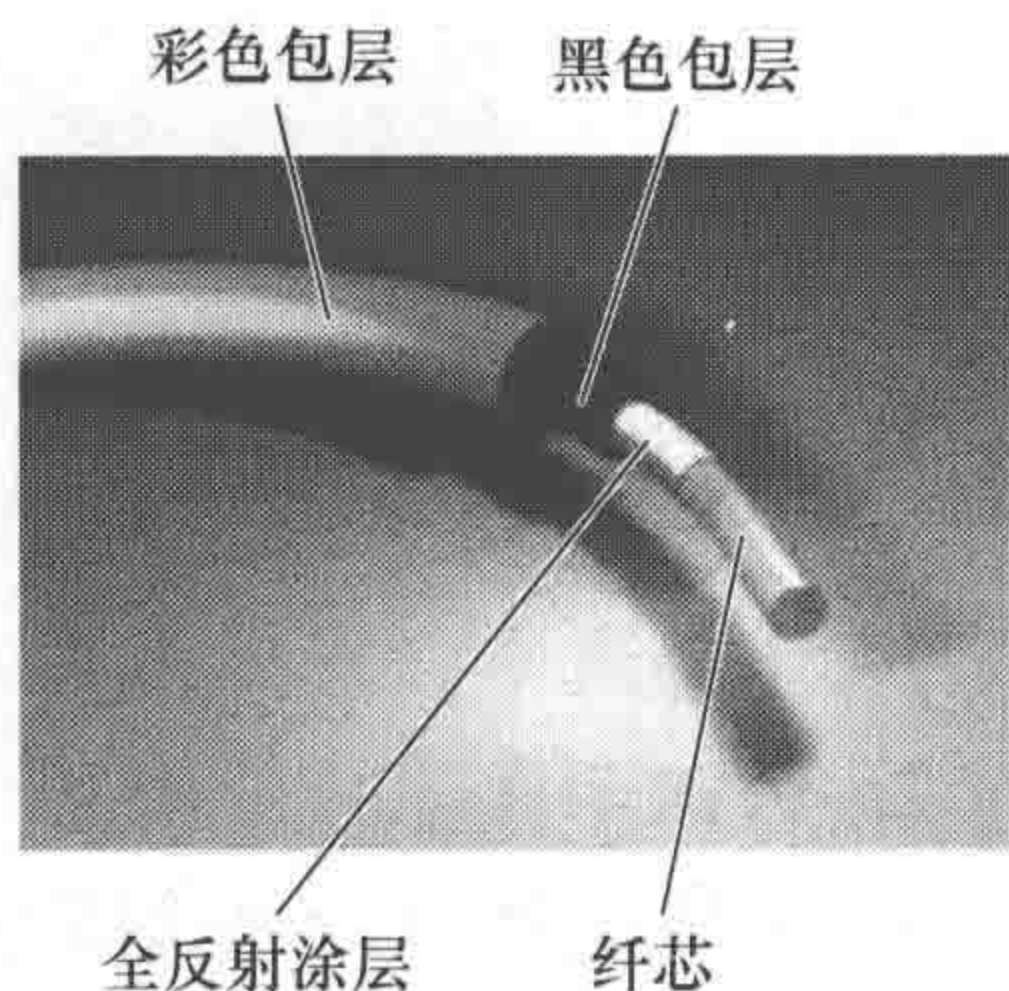

图 1-9 光纤结构
(3) 光纤（也称光缆） 如图 1-9 所示，光纤没有网状屏蔽层，它包括纤芯、全反射涂层、黑色包层、彩色包层。